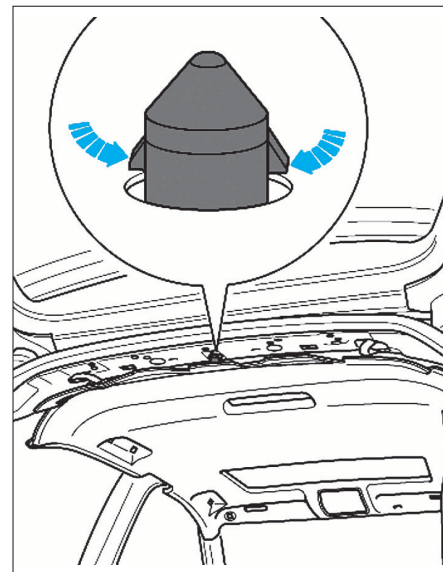

FIG. 85
- Déverrouiller les agrafes de retenue au niveau du clip à l'arrière (Fig.85).